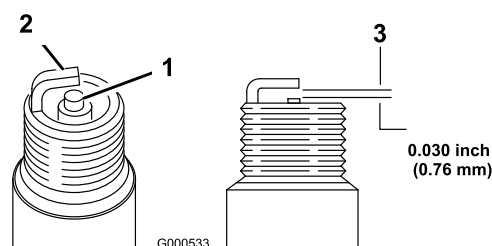

Bild 54
- Sehen Sie sich die Mitte der Zündkerzen an (Bild 54).
- Prüfen Sie den Abstand zwischen der mittleren und der seitlichen Elektrode (Bild 54) und biegen Sie die seitliche Elektrode, wenn der Abstand falsch ist.